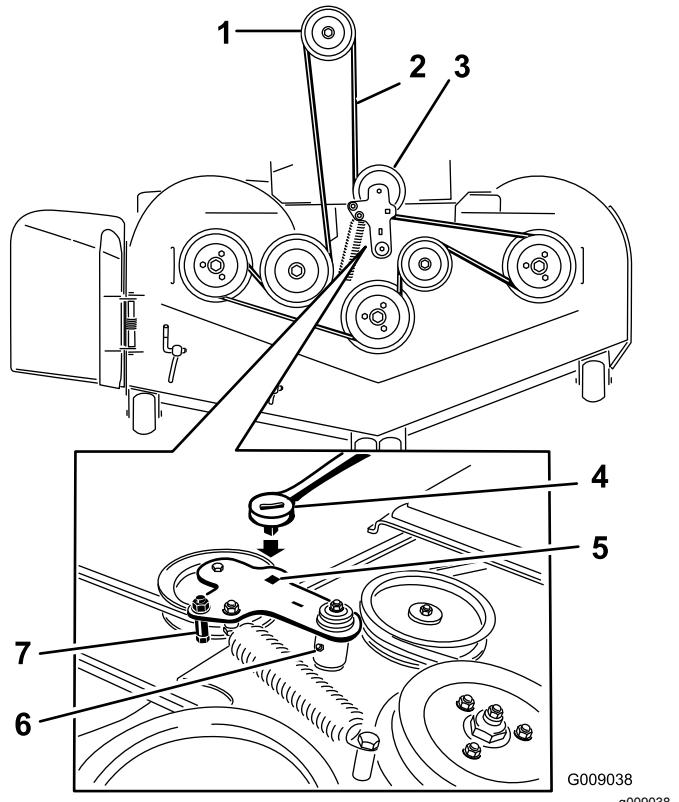

Figura 107
5. Eleve o painel do chão e insira um roquete no furo quadrado na polia intermédia (Figura 107).
6. Rode o centro polia no sentido contrário ao dos ponteiros do relógio e retire a correia do cortador (Figura 107).